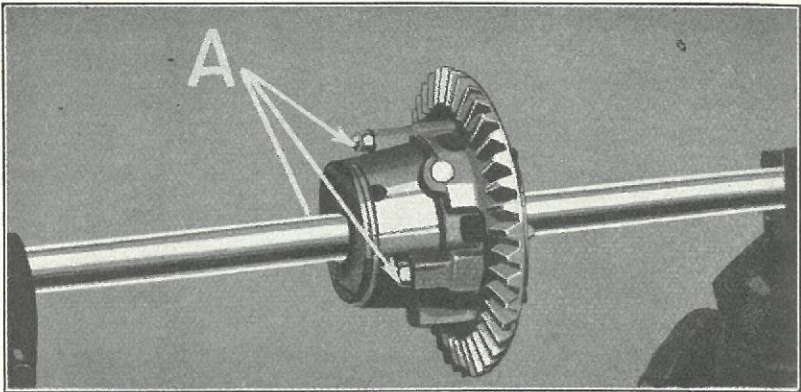

Fig. 349
- 607** Det skal nu undersøges, om Bevægelsen er fri. Dette kan gøres ved at holde den ene Aksel fast i Arbejdsstativet og dreje den modsatte med Haanden. Hvis alt gaar let, sikres de tre Differentialhusbolte med samme Staaltraad (Fig. 349-A).